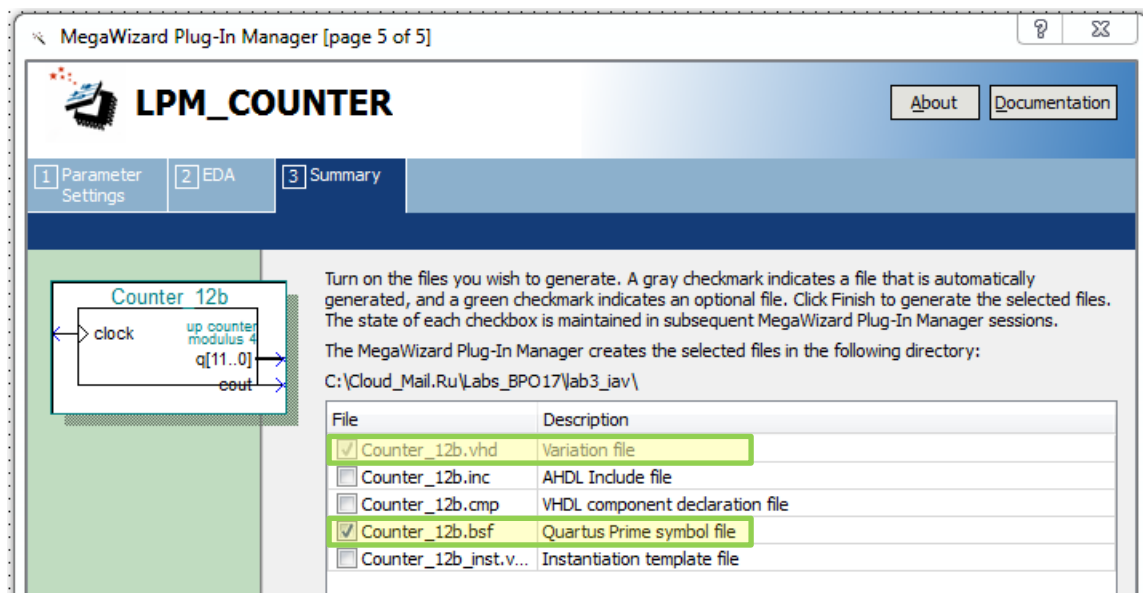

Рис. 8 Окно настройки экземпляра выбранного компонента (page 5)
3.7. В появившемся окне “**MegaWizeded Plug-In Manager [page 5 of 5]**” выберите создаваемые файлы, как на рис. 8. Далее «Finish». Экземпляр счетчика **Counter\_28b** создан.